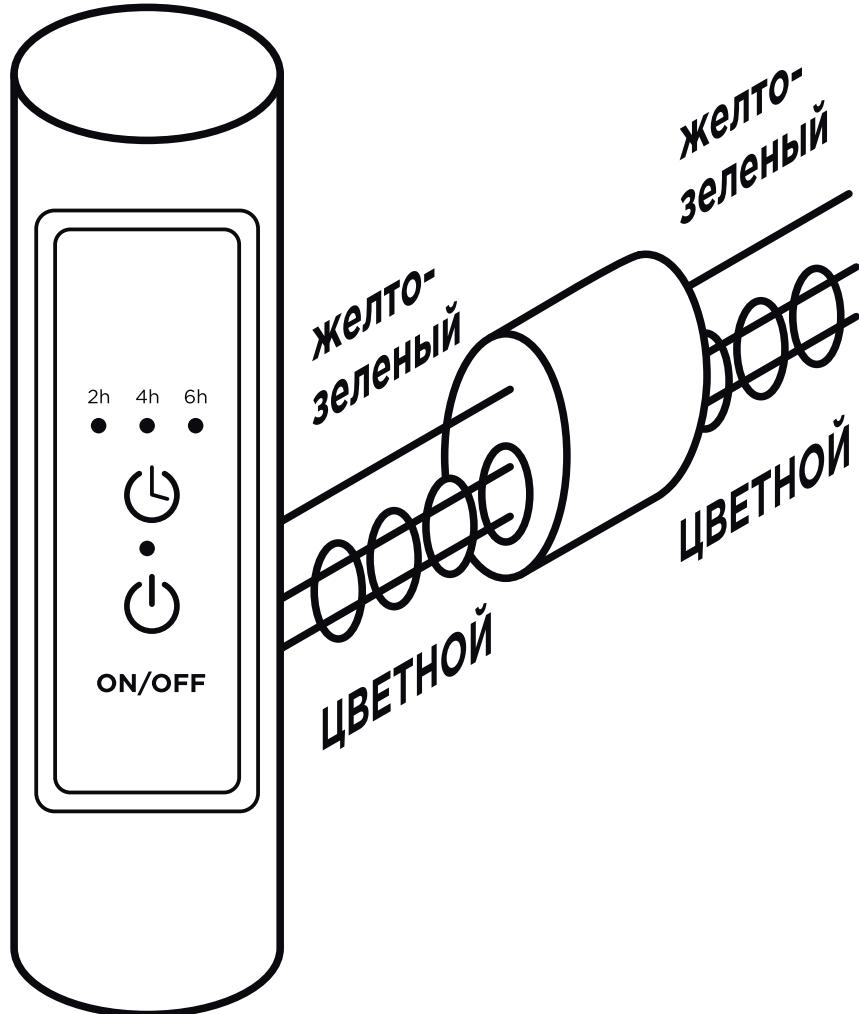

Рисунок 1
- желто-зеленый или желтый – «земля» (PE);
- остальные два провода подключаются в независимости от цвета к «фазе» и «ноль» (смотри рис.1).